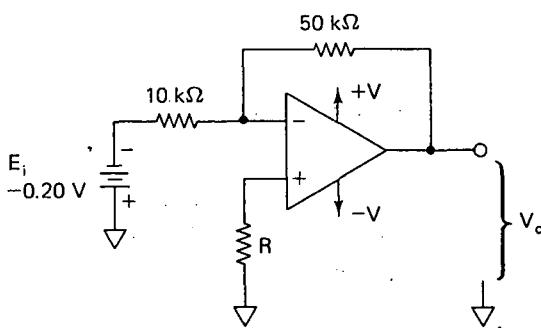

FIGURA P9-16
- 9-16.** Consulte la figura P9-16. $V_{io} = 3$ mV, $I_{B-} = 0.4 \mu\text{A}$ e $I_{B+} = 0.1 \mu\text{A}$. (a) ¿Cuál es el mejor valor de la resistencia R ? Calcule el error individual en el voltaje de salida, V_o , debido a (b) V_{io} solamente, (c) I_{B+} solamente; (d) I_{B-} solamente; (e) I_{os} solamente. El valor ideal de V_o debería ser 1.00 V debido a E_i . (f) ¿Cuál es el valor real de V_o cuando encuentran presentes tanto la desviación en el voltaje y corriente de entrada como E_i ?